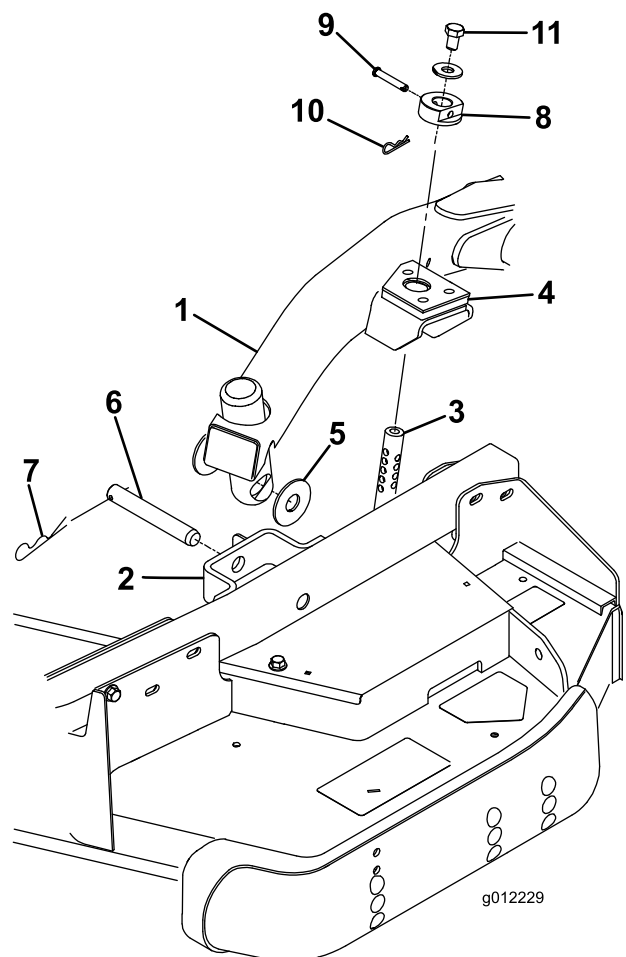

Figura 28
4. Portate la leva di sollevamento in posizione Float. Spingete verso il basso un braccio di sollevamento fino a quando i suoi fori non si trovano allineati ai fori della staffa del braccio della ruota orientabile e l'asta dell'altezza di taglio può essere inserita nei pattini del braccio di sollevamento (Figura 28).
5. Fissate il braccio di sollevamento al braccio della ruota orientabile con (2) rondelle di spinta, un perno con testa e una coppiglia. Posizionate le rondelle di spinta tra il braccio di sollevamento e la staffa del braccio della ruota orientabile (Figura 28). Inserite l'estremità della coppiglia nell'apposito intaglio di ritegno presente sulla linguetta del braccio della ruota orientabile.
e delle coppiglie (Figura 28). La testa del perno deve essere rivolta verso la parte anteriore del piatto di taglio.
- Montate un bullone da 1/2 x 3/4 pollici e una rondella sulla sommità di ogni asta dell'altezza di taglio (Figura 28).